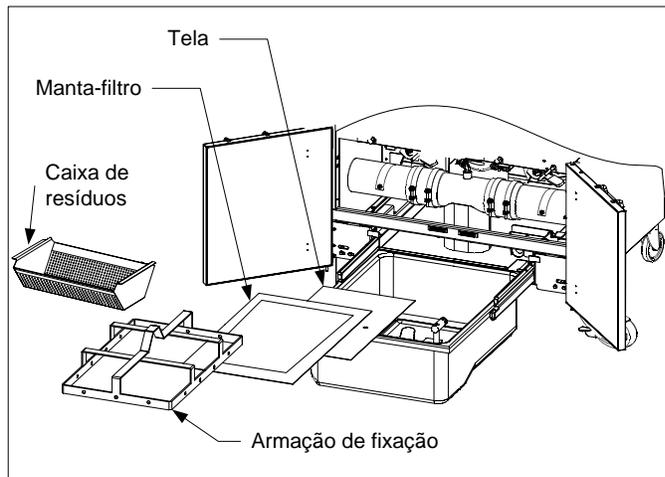

Figura 1
1. Remova o tacho de filtragem do gabinete e, em seguida remova a caixa de resíduos, armação de fixação, manta e tela do filtro. (Veja a Figura 1) Limpe todos os componentes metálicos com uma solução de concentrado de uso geral e água quente, depois seque bem.
3. Depois, na ordem inversa, coloque a tela metálica do filtro no centro do fundo do tacho e estenda uma manta-filtro sobre a tela, de modo que o lado **rugoso** da manta fique para cima. Certifique-se de que a manta esteja entre as nervuras salientes do tacho de filtragem. Depois, coloque a armação de fixação sobre a manta-filtro e coloque novamente a caixa de resíduos na frente do tacho de filtragem. (Veja a Figura 1)